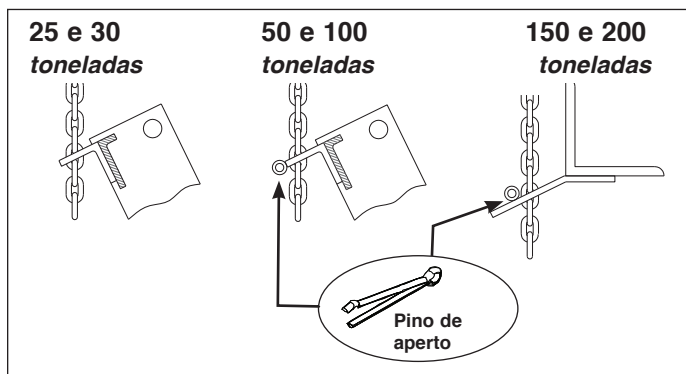

Figura 6. Colocación del gancho de elevación en la cadena
2. Deslize a corrente no gancho de elevação na mesa da prensa, como mostrado na figura 6. Instale o pino de aperto (apenas para os modelos de 50, 100, 150 e 200 toneladas).